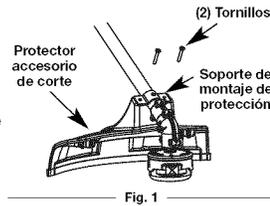

Fig. 1
1. Coloque el protector del cabezal de corte en el soporte de montaje de protección, asegurándose de alinear los orificios en el protector con los del soporte de protección. (Fig. 1)